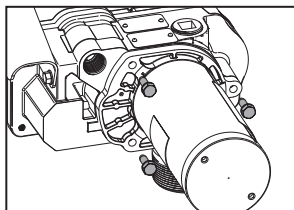

Figura 10
3. Extraiga los (3) tornillos SEMS de 1/4-20 x 3/4 pulg. y el motor del alojamiento de la bomba (vea la Figura 10).